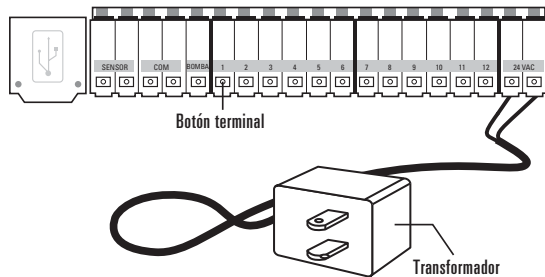

Figura 6: Cómo conectar el transformador
- Detecte los dos receptáculos en la parte inferior de la base de acoplamiento marcada “24VAC.” (Vea la Figura 6).